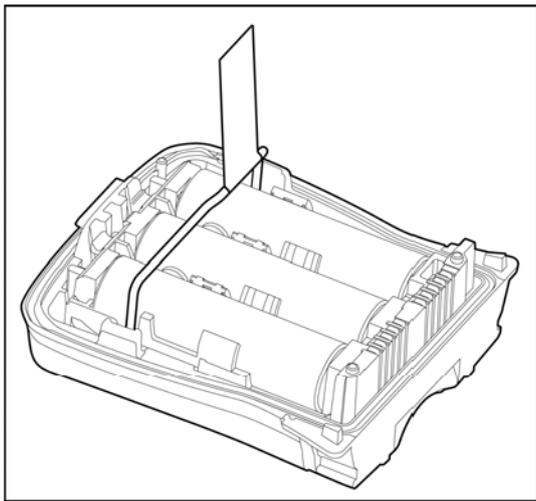
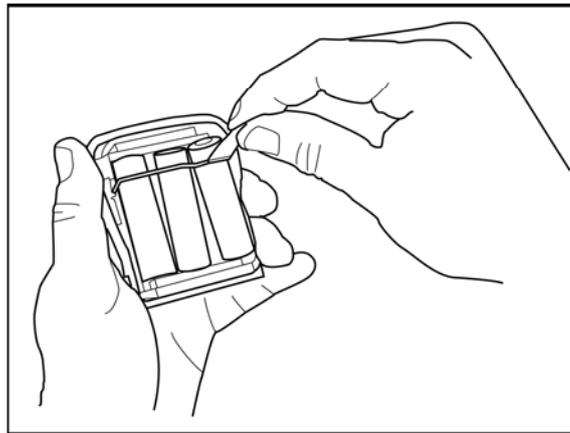
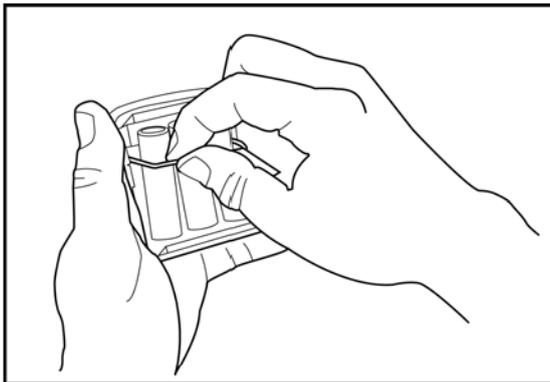
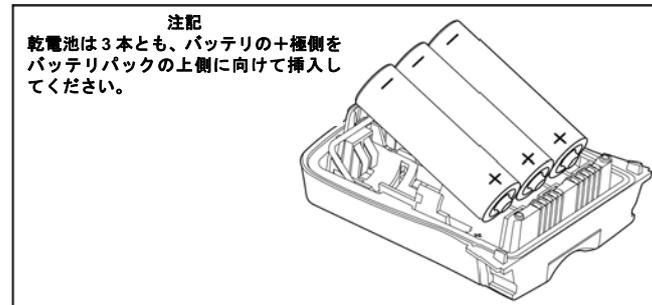

図 19 リリース留め具から取り出しバーを外す
図 20 タブを使用して取り出しバーを引き出す
図 21 取り出しバーを手前に引く
図 22 アルカリ乾電池の挿入
アルカリ乾電池を交換するには、「図 19」、「図 20」、「図 21」、「図 22」と、手順 1~6 を参照してください。
9. 新しいバッテリーを挿入します。バッテリーの+極側を 30° の角度でバッテリーパックに挿入してから、-極側を押し込みます。「図 22」を参照してください。